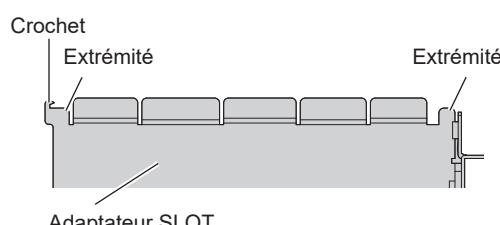

Fig. 2
2) Fixez la carte de fonction à l'adaptateur SLOT. (Fig. 2)